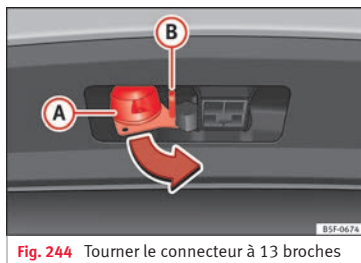

Fig. 244 Tourner le connecteur à 13 broches
- Saisissez le connecteur à 13 broches par la zone (A) et retirez-le dans le sens de la flèche »» fig. 244.
- Saisissez le connecteur à 13 broches par la zone (A) et introduisez-le dans le sens inverse de celui de la flèche »» fig. 244.
L'œillet de sécurité (B) »» fig. 244 sert à attacher le câble de retenue de la remorque.